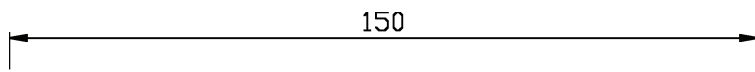

图 2-13 绘制中心线
2) 在“常用/图层”中选择“中心线”图层，使之成为当前图层。执行“直线”命令(L)，绘制一条水平长 150 的直线，如图 2-13所示。